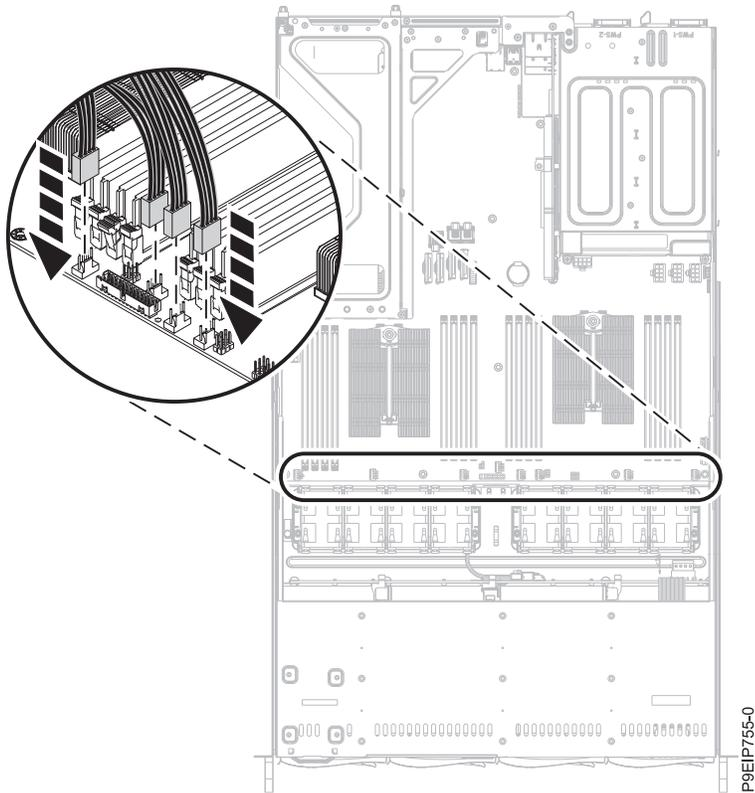

Figura 18. Conexión del cable del ventilador
4. Conecte el cable del ventilador a la placa posterior del sistema, como se muestra en la Figura 18 en la página 24.